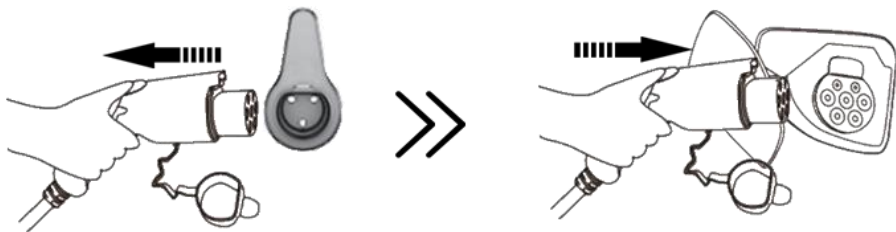

图 12
- 1) 将 wall box 充电枪头从枪座上取下，连接到汽车充电插座上，如图 12 所示。此时待机的 wall box 氛围灯由蓝色变成绿色。